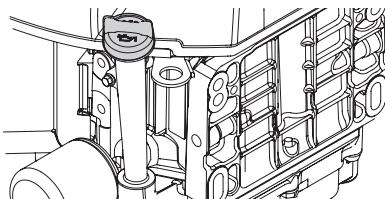

Figure 7
10. Essuyez autour du bouchon de la jauge et le tube avec un chiffon propre pour enlever les débris (Figure 7).